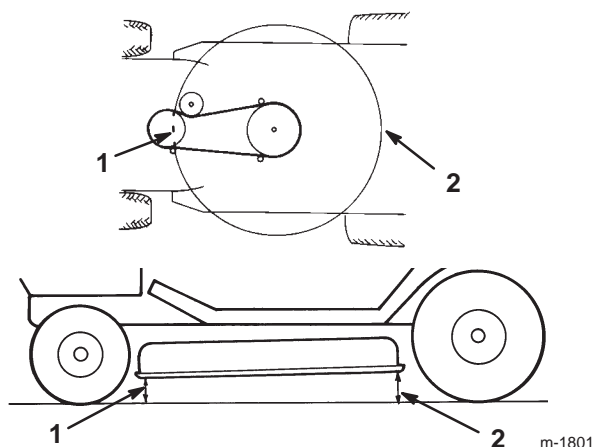

Figure 44
10. Contrôlez l'inclinaison avant/arrière en mesurant la hauteur du bas du plateau de coupe (au centre, à l'avant et à l'arrière) par rapport au sol plat (Fig. 44). Si l'avant du plateau est plus de 16 mm plus bas que l'arrière, réglez l'inclinaison de la lame comme expliqué aux points 11 à 17.